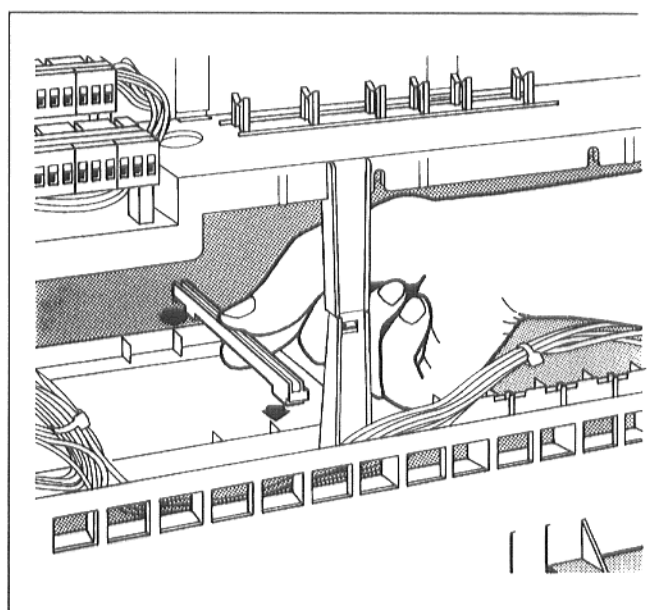

Fig. 3 : Sett på føringskinnene
- Sett føringskinnene på opppe og nede (fig. 3).